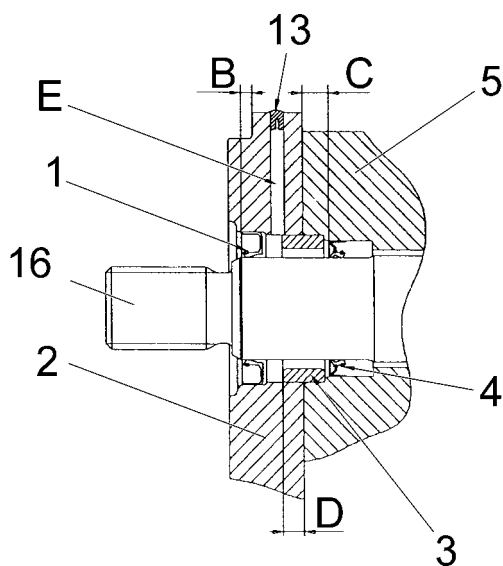

Рис. 7С.32. Установочные размеры уплотнительных колец и монтажного фланца.
3. Заменить подшипники скольжения (15), если они изношены или повреждены, а также в случае замены шестерен (10) и (16).
20. СБОРКА (Рис. 7С.31.)
1. Установить с помощью оправки подшипники скольжения (15) в гнезда передней крышки (5) и в гнезда корпуса (11) согласно обозначениям, сделанным при разборке насоса.
2. Перед установкой уплотнительных колец (1 и 4) их следует покрыть тонким слоем смазки «ALVANIA EP1». В отверстие передней крышки (5) следует установить уплотнительное кольцо (4), выдержав при этом размер $C=8.5$ [мм] (смотри Рис. 7С.32.). В переднюю крышку (5) вбить медным молотком 1.519.0750 дистанционную втулку (3), выдержав при этом размер $D = 6.5$ [мм]. В отверстие монтажного фланца (2) вбить уплотнительное кольцо (1), выдержав при этом размер $B = 4$ [мм].
3. В корпус (11, Рис. 7С.31.) вставить уплотнение (7) опорной пластины, подпорное кольцо (8) и опорную пластину (9), согласно обозначениям, сделанным ранее при разборке насоса.
4. Через отверстия в опорной пластине (9) вставить в отверстия подшипников скольжения (15) шестерни (10) и (16) согласно обозначениям, сделанным ранее при разборке насоса.
5. На цапфы шестерен (10) и (16) надеть опорную пластину (9), подпорное кольцо (8) и уплотнение (7) опорной пластины согласно обозначениям, сделанным ранее при разборке насоса. Установить уплотнительную прокладку (17). На цапфы шестерен (10) и (16) надеть переднюю крышку (5).
6. Установить переднюю крышку (5) на корпус (11) согласно обозначениям, сделанным ранее при разборке насоса. Предварительно прикрутить переднюю крышку (5) к корпусу (11) болтами (14). Болты (14) затянуть моментом $170\div 190$ [Нм]. Затем подтянуть болты (14) моментом $340\div 380$ [Нм].
7. Проверить рукой легкость проворачивания ведущей шестерни (16).